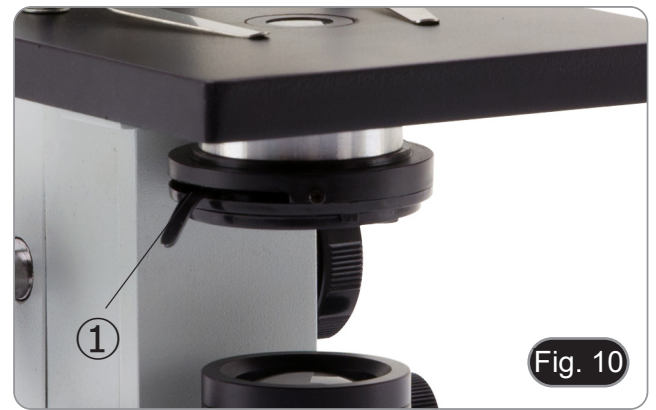

Fig. 10
- El valor de apertura numérica (A.N.) del diafragma de apertura influye en el contraste de la imagen. Aumentar o disminuir este valor dependiendo de la apertura numérica de la lente variará la resolución, el contraste y la profundidad de campo de la imagen. Mueva la palanca del diafragma ① (Fig. 10) hacia la derecha o hacia la izquierda para aumentar o disminuir la A.N.